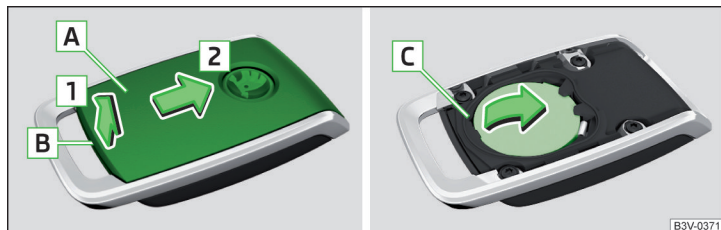

Abb. 357 Funk-Fernbedienung: Batterieabdeckung
- › Mit einem dünnen Schlitzschraubendreher die Abdeckung **A** im Bereich **B** lösen » Abb. 357.